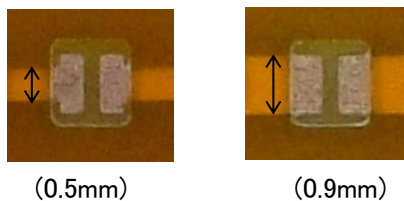

図 11. 配線パターン幅
0.5mm 幅はランドパターン(電極端子)幅よりも狭く、熱が広がりにくいため推奨できません。(図 11)